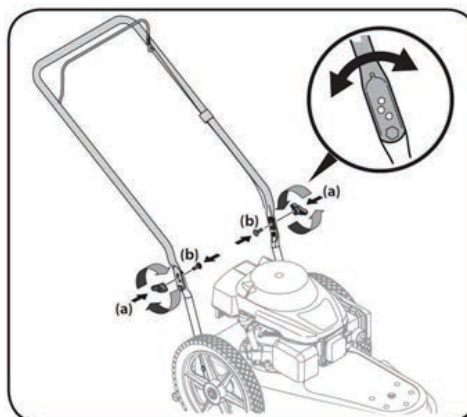

Figure 2-2
3. Déplacez la poignée supérieure dans l'une des trois positions en la faisant pivoter vers l'avant ou vers l'arrière. Fixez la poignée supérieure à la poignée inférieure à l'aide des boutons à oreilles (a) et des boulons à tête bombée (b) retirés à l'étape 1. Voir la figure 2-2.